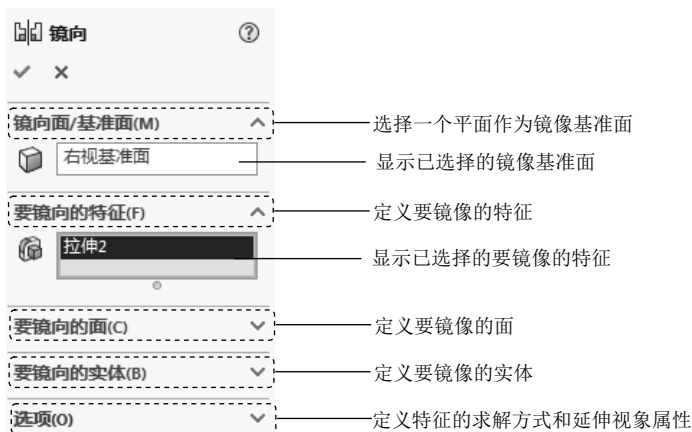

图 5.17.2 “镜向”对话框
Step2. 选择命令。选择下拉菜单 **插入(I)** → **阵列/镜像(E)** → **镜向(M)...** 命令 (或单击“特征(F)”工具栏中的  按钮), 系统弹出如图 5.17.2 所示的“镜向”对话框。